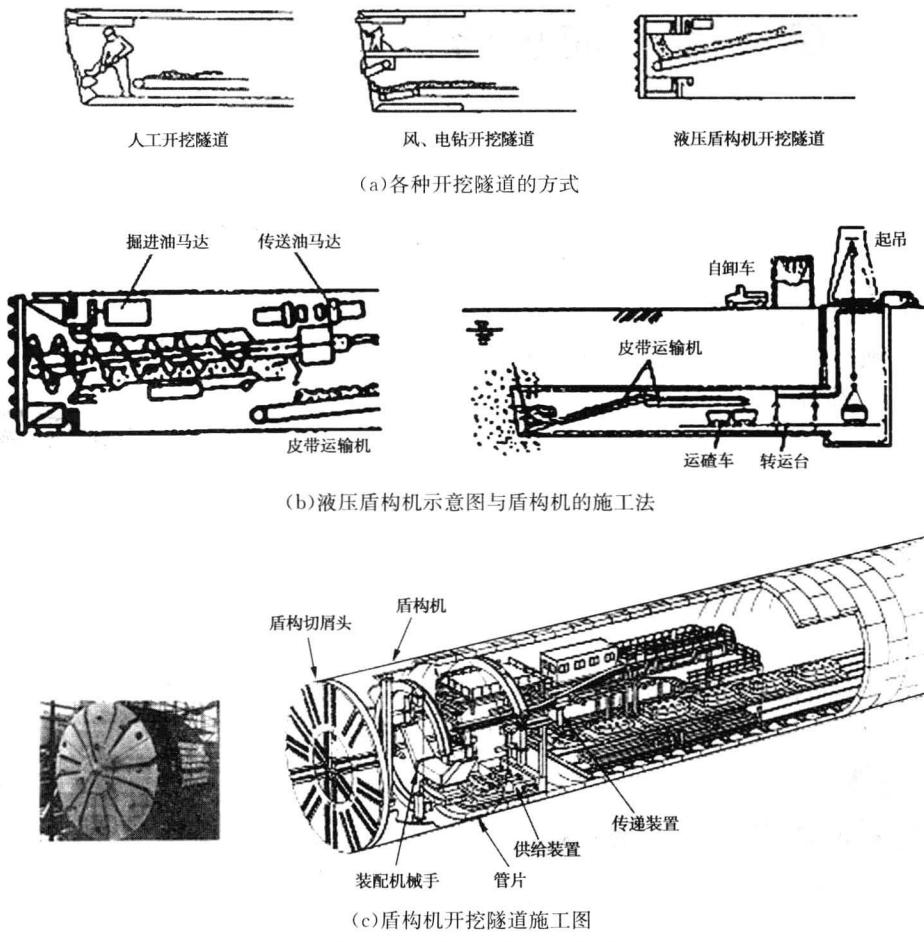

图 1-4 盾构机的施工状况
(4) 用于地铁工程、隧道工程。液压盾构机犹如穿山甲，钻山打洞，速度快，效率高，大显神威（图 1-4）。